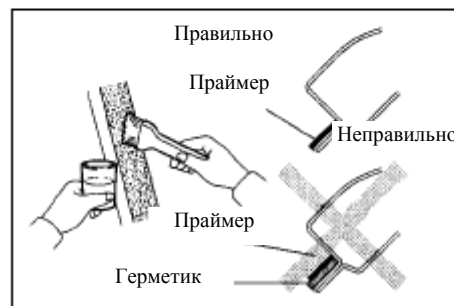

Рис. 548
- (3) Воспользуйтесь кистью для нанесения праймера на открытые части кузова автомобиля.(рис. 548)